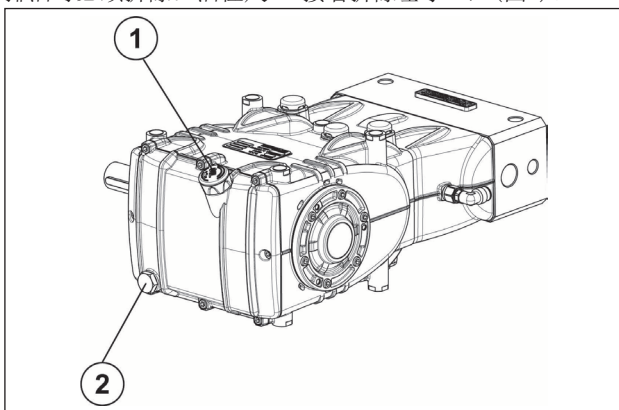

图1
机械部件的维修作业必须从泵壳中排油后再进行。排油时必须拆除：油位尺① 接着拆除塞子②，(图1)。